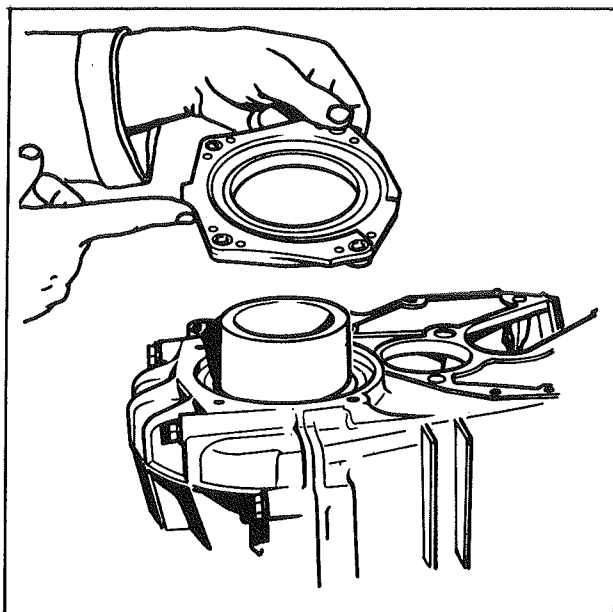

Fig. 7
- Monter avec précaution le flasque d'appui d'origine du grand roulement (fig. 7). (Guide pour montage du flasque sur différentiel réf. PD 20923 P).